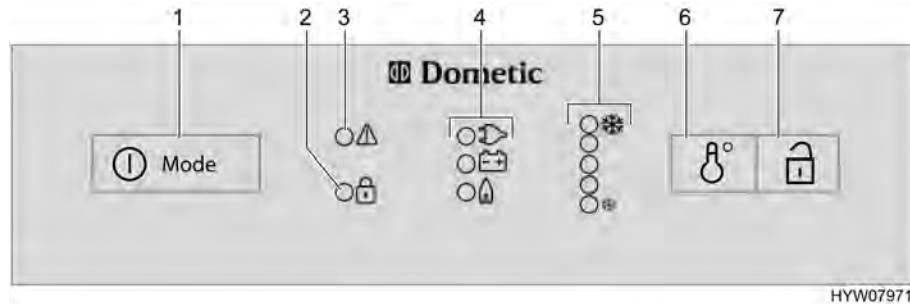

Fig. 143 Boutons de commande pour le réfrigérateur (Dometic Série 8 avec SMSE)
- Appuyer sur le commutateur/sélecteur de source d'énergie (Fig. 143,1) pendant 2 secondes pour mettre l'appareil en marche. La DEL du dernier mode de fonctionnement sélectionné s'allume.
- Si nécessaire, appuyer brièvement plusieurs fois sur le commutateur/sélecteur de source d'énergie (Fig. 143,1) jusqu'à ce que le voyant de contrôle gaz "🔥" s'allume. L'arrivée de gaz est ouverte. L'allumage s'effectue de manière automatique. Un tic-tac est distinctement perceptible jusqu'à ce que la procédure d'allumage soit effectuée avec succès.
- Régler la température de réfrigération avec l'interrupteur réglage de la température (Fig. 143,6).
- Si nécessaire, appuyer brièvement plusieurs fois sur le commutateur/sélecteur de source d'énergie (Fig. 143,1) jusqu'à ce que le voyant de contrôle 230 V "" s'allume.
- Si nécessaire, appuyer brièvement plusieurs fois sur le commutateur/sélecteur de source d'énergie (Fig. 143,1) jusqu'à ce que le voyant de contrôle 12 V "" s'allume.